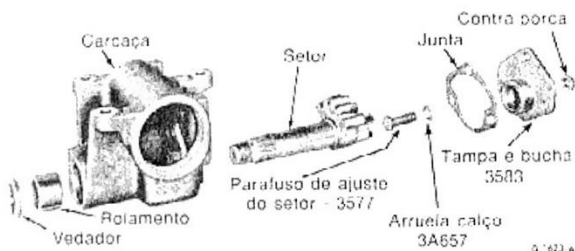

fig. 5 — componentes do setor e carcaça
1. Soltar os dois parafusos das braçadeiras em cada luva das barras de ligação da direção (fig.5).
2. Após remover a contra-porca do parafuso de ajuste do setor e os parafusos da tampa da caixa (fig. 5), remover o eixo do setor juntamente com a tampa. Girar o parafuso no sentido horário para separar o eixo da tampa. Manter a arruela calço com o parafuso.